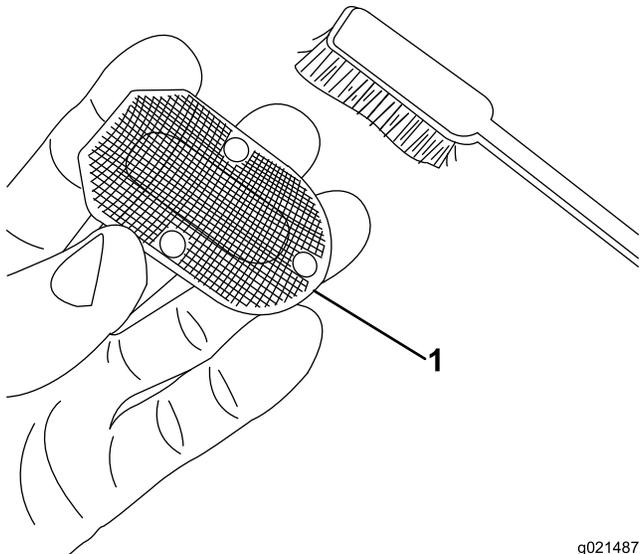

Figure 32
3. Avec une brosse, décalaminez la grille du pare-étincelles (Figure 32).